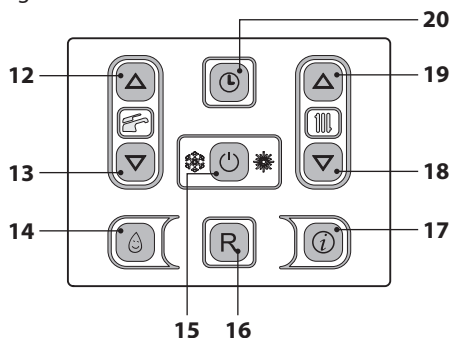

Figura 2.7
- Tenere premuto per 2 secondi il tasto 15 fino a far apparire sul display il simbolo  Figura 2.7.
La temperatura dell'acqua calda di mandata riscaldamento è regolabile agendo sui tasti riscaldamento è regolabile agendo sui tasti 18 (diminuzione) e 19 (aumento) (Figura 2.7) da un minimo di circa 25°C ad un massimo di circa 80°C. Alla prima pressione di uno dei due tasti si ha la visualizzazione del valore di "set",
Comunque se la temperatura ambiente non dovesse essere confortevole si può aumentare o diminuire la temperatura di mandata dell'impianto riscaldamento di  $\pm 15^\circ\text{C}$  agendo sui tasti 18 (diminuzione) e 19 (aumento) (Figura 2.7).